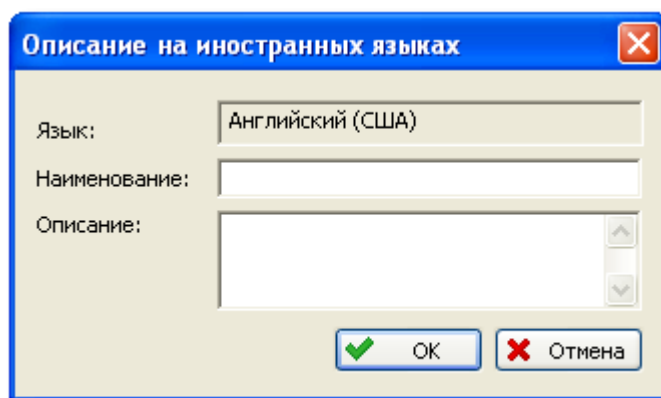

Рис. 10-6
- Для ввода наименования и описания элемента на иностранном языке нажмите на кнопку **Описание на иностранных языках**. В появившемся окне введите данные и нажмите на кнопку **ОК** (рис. 10-6).